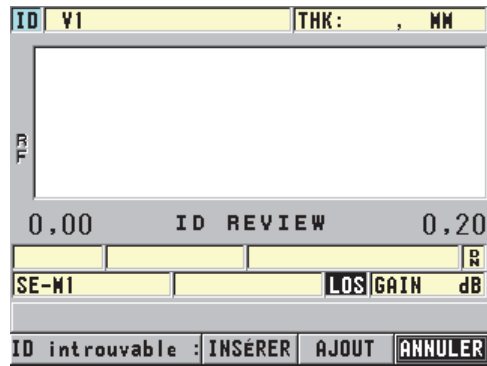

Figure 6-38 Message lorsque l'identificateur modifié n'est pas dans la base de données
6. Lorsque l'identificateur modifié n'est pas dans la base de données, le message de la barre de texte d'aide illustré à la Figure 6-38 à la page 138 apparaît. Sélectionnez **INSÉRER** pour insérer le nouvel identificateur devant l'identificateur actif.